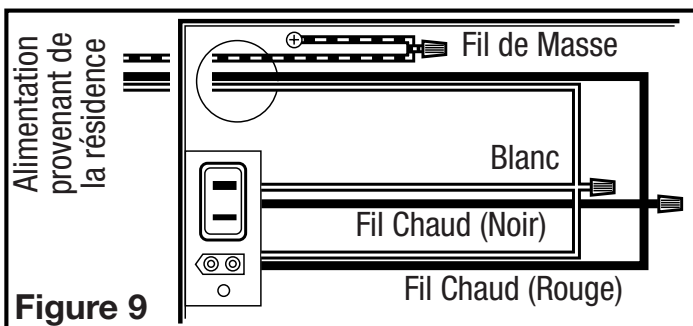

Figure 9
- Par là où vous avez accès à l'intérieur de la boîte de jonction du ventilateur, raccorder un fil blanc provenant de la maison aux deux fils blancs du réceptacle de la lumière et le fil blanc du réceptacle du ventilateur d'évacuation. Raccorder le fil noir provenant du commutateur mural aux deux fils rouge du réceptacle de la lumière et au fil noir du réceptacle du ventilateur d'évacuation. Raccorder le fil de mise à la terre de la maison au fil vert de la vis de mise à la terre du ventilateur (Figure 9). Utiliser des méthodes de raccordement approuvées pour toutes les connexions.